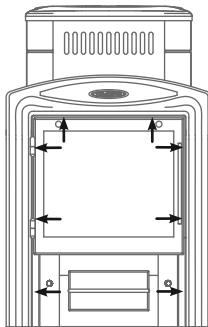

Рисунок 6. Места установки саморезов
- открутить саморезы 8 шт., которыми прикрепляется дверка с рамкой к топливному каналу и снять ее (см. рисунок 6);